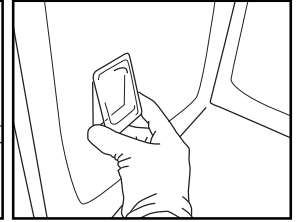

Рис. 9
5. Вставьте на место крышку лампы и плотно прижмите, чтобы она со щелчком вошла на место (Рис. 9).